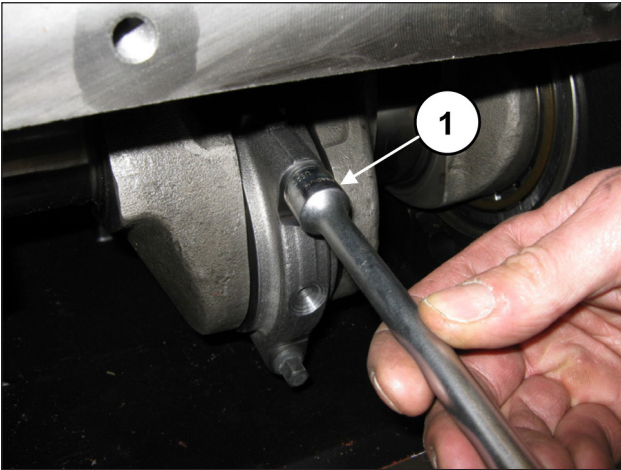

Fig. 17
Dévisser les vis de la bielle (rep. ①, Fig. 17).